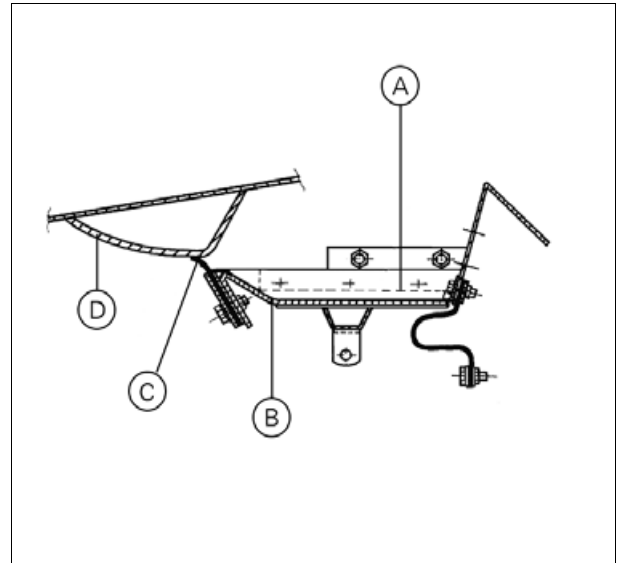

Рис. 3.
- Отрегулируйте положение боковых уплотнений (А) (рис. 3), так чтобы они плотно прилегли к днищу камнеуловителя (В).
- После установки приемного элеватора убедитесь, что передняя уплотнительная лента (С) плотно прилегает к днищу элеватора (D) (рис. 3).